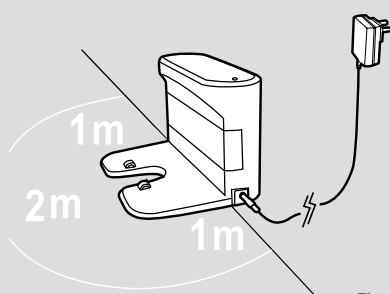

Fig. 2
Steek de stroomadapter in het contact en verbind deze met het oplaadstation. **[Fig. 2]**
3. Er mogen zich geen voorwerpen in het gebied rondom het Basisoplaadstation bevinden, in een omtrek van 2m aan de voorzijde en 1 m aan iedere zijde. **[Fig. 2]**